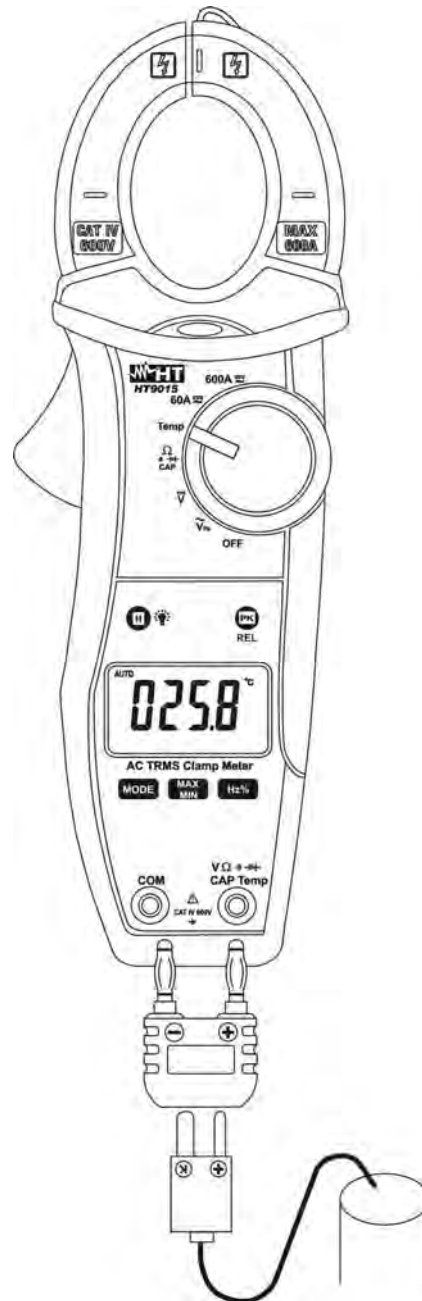

Abb. 8 Temperaturmessung
3. Verbinden Sie den Temperaturfühler Type K mit der **VΩ → CAP Temp** und **COM** Eingangsbuchse unter Berücksichtigung der korrekten Polarität (siehe Abb.8). Der Temperaturwert wird nun im Display angezeigt.